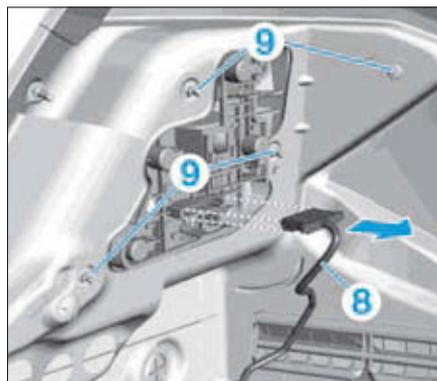

FIG. 68
- Débrancher le connecteur (8) (Fig.68).
- Déposer les écrous (9).